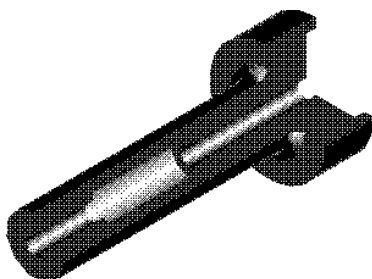

Fig. 2.51
5. Se aplică randarea imaginii din spațiul model, viewpoint izometric (1,1,1) cu comanda **RENDER** și opțiunile implicite (fig. 2.51).